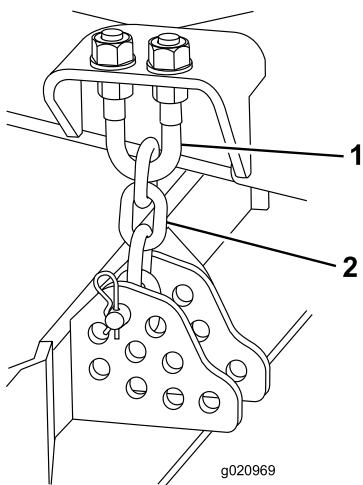

Figura 123
1. Desaperte as porcas de retenção na zona superior ou inferior da cavilha em U da correia da altura de corte (Figura 123).